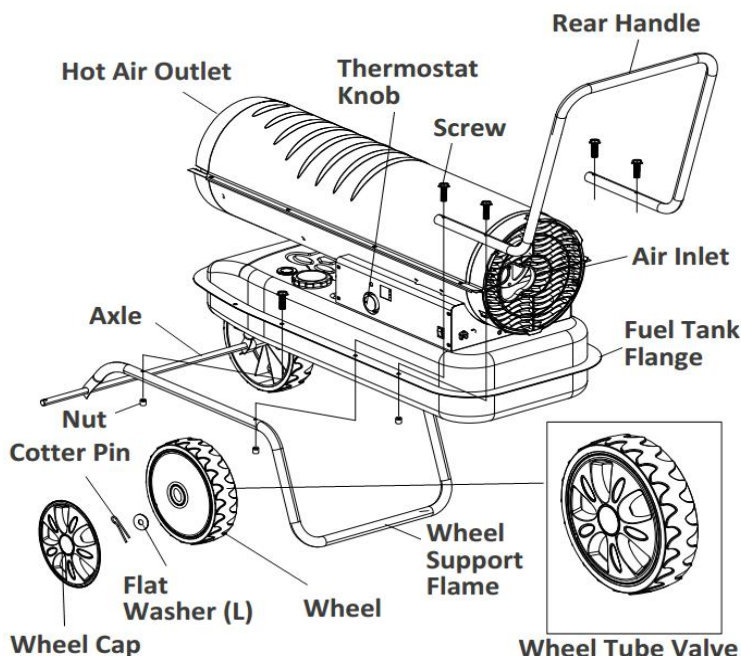

Figura 7. Assemblaggio dei modelli ZB-K175/ZB-K215
14. Far scorrere le ruote su ciascun asse, assicurandosi che lo stelo della valvola (se pneumatica) sia rivolto verso l'esterno (vedere Figura 7).
15. Far scorrere le rondelle piatte (L) sull'asse oltre il piccolo foro. Inserire la coppiglia nel foro dell'asse e piegare le gambe della coppiglia con una pinza a becchi lunghi per fissarla.